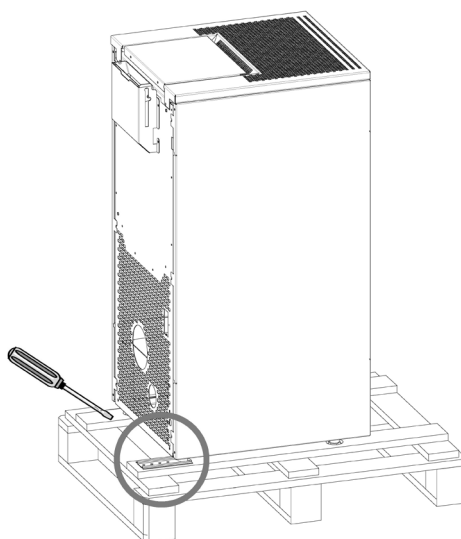

Fig. 1 - Extracción de las abrazaderas
- Quite las abrazaderas que bloquean los pies de la estufa (véase **Fig. 1**). Después, quite la estufa del palet.